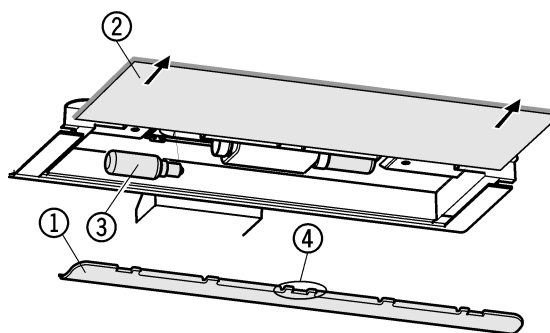

Fig. 18
- ▶ Tag blænden Fig. 18 (1) af: Grib ind bag blænden med fingrene og gør den fri..
- ▶ Trækglasspladen Fig. 18 (2) ud.
- ▶ Udskiftpæren Fig. 18 (3).
- ▶ Sæt blænden på igen: lad den gå i hak i højre og venstre side og sørg for, at den midterste krog Fig. 18 (4) griber ind over glaspladen.